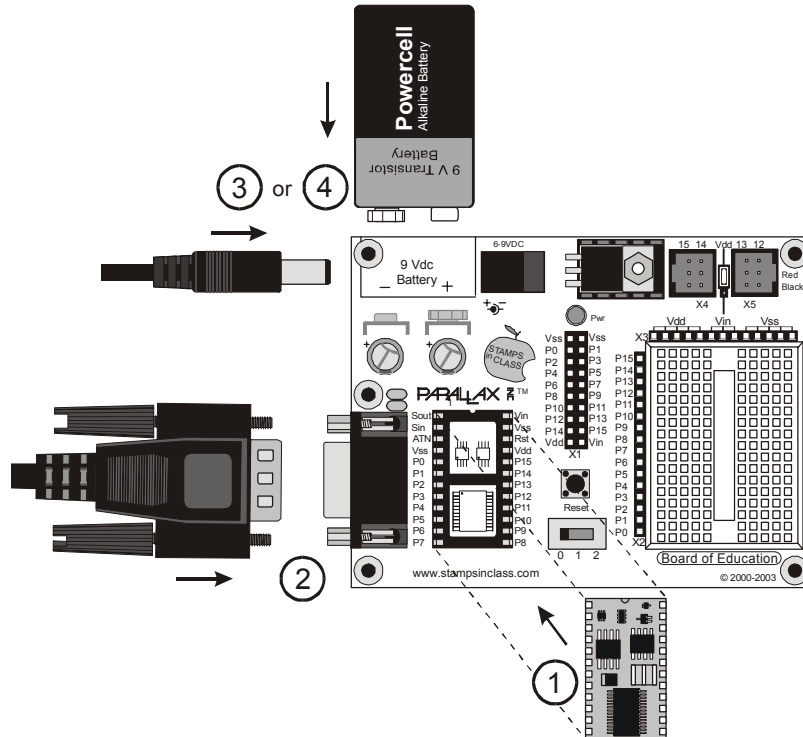

Figura 1-30
Solamente la Board of Education Rev C ha un interruttore a 3 posizioni. Per spegnere la Board of Education Rev B, Semplicemente scollegate lo spinotto dell'alimentatore o togliete la pila come mostrato in Figura 1-30, passo 3 o 4.
- ✓ Se il vostro BASIC Stamp non è già inserito nella Board of Education, inseritelo nello zoccolo mostrato Figura 1-30, passo 1. Assicuratevi che i piedini siano allineati correttamente con i fori dello zoccolo, quindi premere fino in fondo.